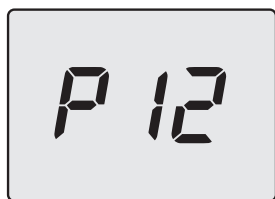

Figura 5.47
- Premere per 1 sec. il tasto 14 (Figura 5.43) per entrare nel parametro selezionato. Il display visualizzerà quanto segue (Figura 5.47).